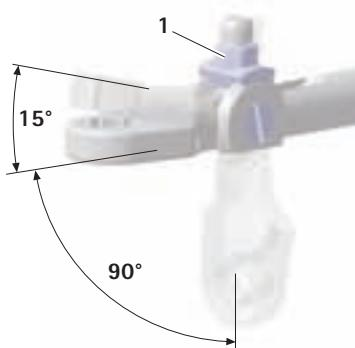

Fig. 3
- ▶ Portare la chiave a T H sull'angolo corretto e serrare l'esagono 1 in senso orario, vedere Fig. 3. L'asta di accoppiamento B è bloccata.